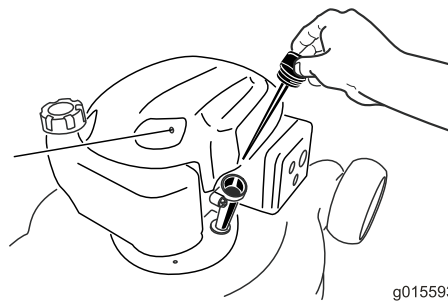

Figura 6
2. Retire a vareta (Figura 6) e deite cerca de 3/4 da capacidade do cárter de óleo para o tubo de enchimento de óleo.